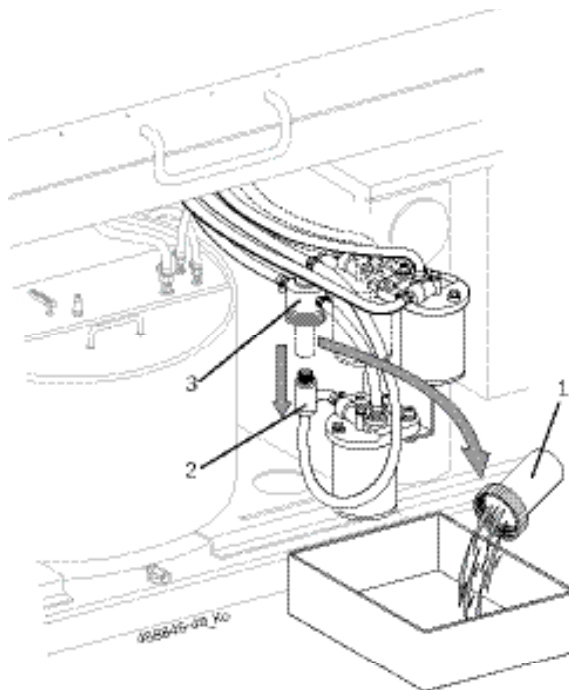

Fig. 16: Замена фильтра тонкой очистки
- Открутите фильтр от гильзы (Рис. 16, Поз. 1).
3. Слейте испытательное масло из гильзы фильтра, используя контейнер (См. Рис. 16).
4. Выкрутите фильтрующий элемент (Рис. 16, Поз. 2) и утилизируйте.